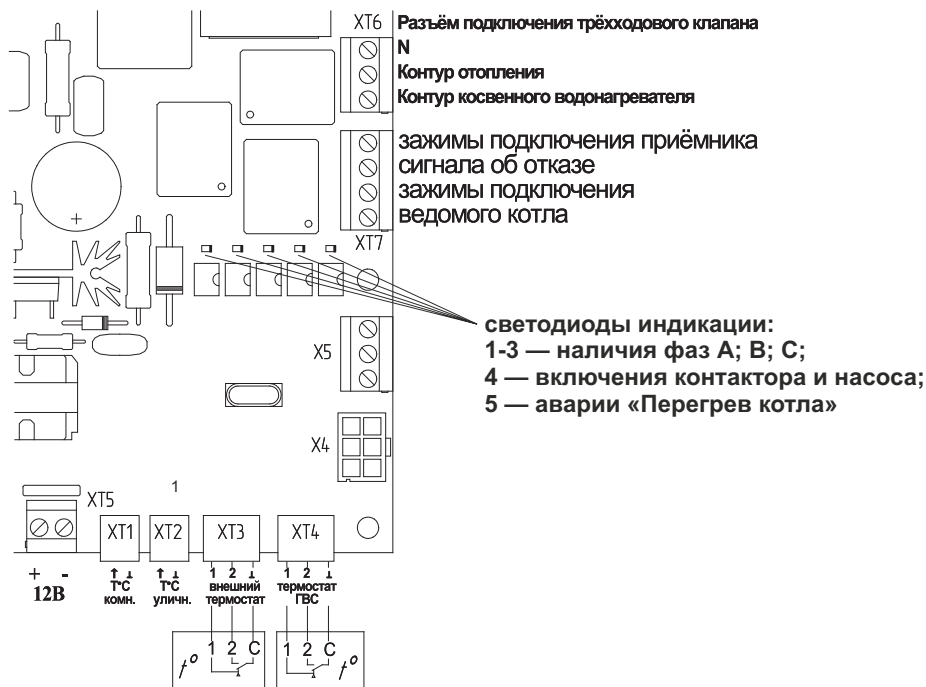
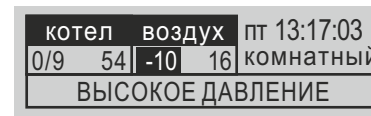

Рисунок 4.
Рисунок 28. Пример сообщения о несоответствии.
4.5 Плата управления содержит винтовые зажимы для подключения как датчиков температуры воздуха, входящих в комплект прибора, так и других внешних устройств. Расположение разъемов для подключения к прибору внешних устройств показано на рис. 4.
В этих случаях будет произведено обесточивание ТЭНов с помощью контактора, замкнутся контакты зажима подключения приёмника сигнала об отказе XT7 (см. рис. 4), включится индикатор отказа (8) рис. 5 и появится текстовое сообщение о характере несоответствия. Пример см. рис. 28. После устранения причины несоответствия прибор вернется к предыдущему режиму работы с сохранением настроек и параметров.
4.5.3 **разъём ХТ3** предназначен для подключения внешнего термостата, ведущего котла или интеллектуального термостата GSM-Climate ZONT-H1, WiFi-Climate ZONT-H2 или их аналогов. Для включения нагрева крайние контакты разъёма (1 и ⊥) должны замкнуться, для отключения — разомкнуться. Трёхпроводной термостат следует подключить в соответствии с рис. 4. В случае применения нормально замкнутого (нагрев до размыкания) двухпроводного внешнего воздушного термостата (или ведущего котла), подключаемого к контактам 1 и 2, контакты 2 и ⊥ должны быть соединены перемычкой. Срабатывание термостата вызовет отключение нагрева.
4.5.4 **Разъём ХТ4** предназначен для подключения устройства контроля температуры косвенного водонагревателя, например модуля ГВС ЭВАН AQUA. В качестве устройства может выступать трёхконтактный термостат (подключаемый в соответствии с рис. 4), нормально замкнутый (нагрев до размыкания) двухконтактный термостат (подключаемый к контактам 1 и ⊥) или NTC-датчик 10 кОм (подключаемый к контактам 2 и ⊥). В зависимости от температуры воды в косвенном водонагревателе производится переключение трёхходового электромагнитного клапана, подключенного к разъёму **ХТ6**, на подачу потока теплоносителя в теплообменник косвенного водонагревателя или обратно в контур отопления и изменение температуры уставки теплоносителя на максимально разрешенную (см. п. 7.4.2.5) или обратно на необходимую для нормальной работы системы отопления.